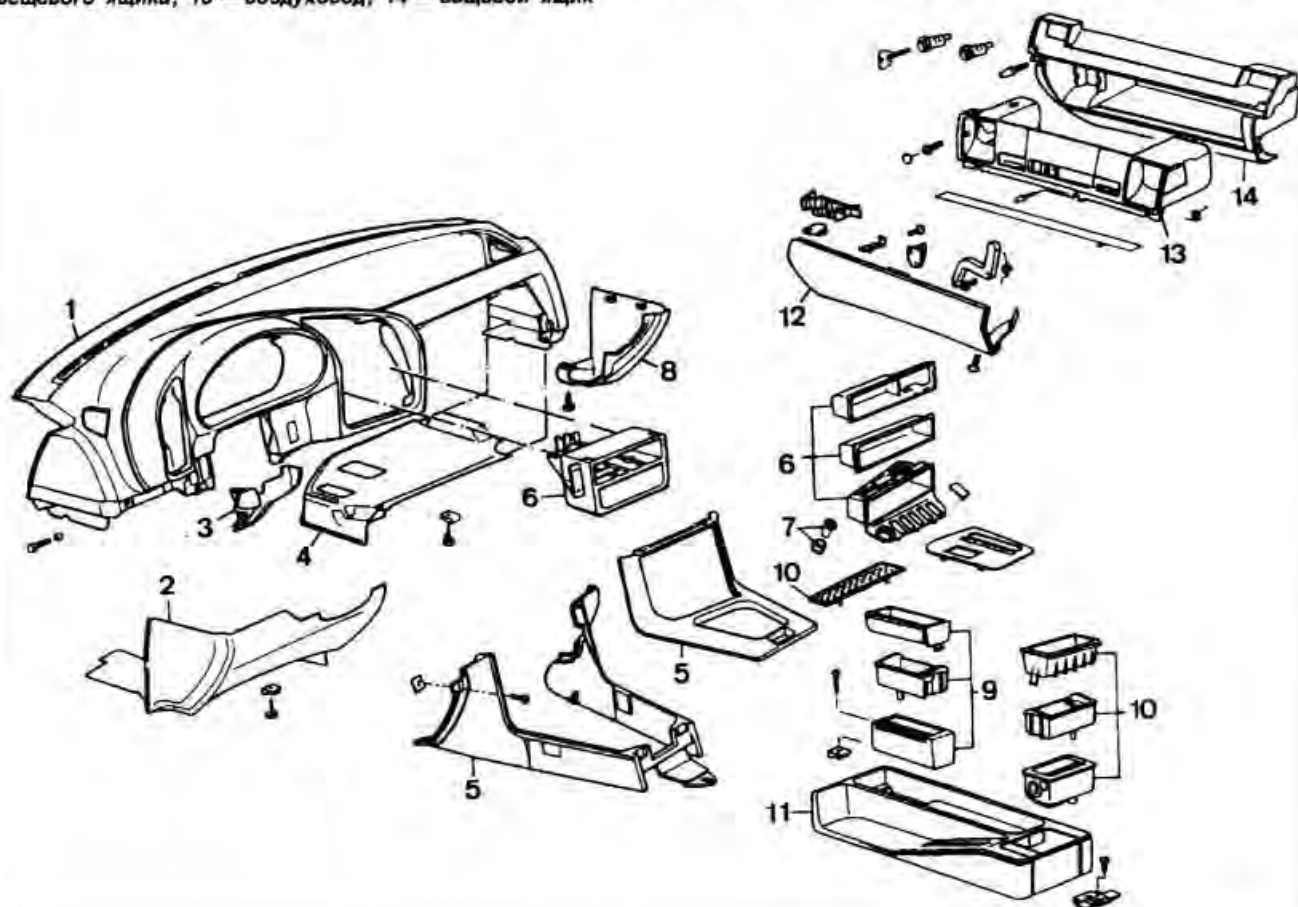

Рис. 16-5. Стрелками показаны винты крепления панели приборов
- Отвернуть четыре винта крепления, расположенные в гнездах для сопел вентиляции на панели приборов (рис. 16-5).